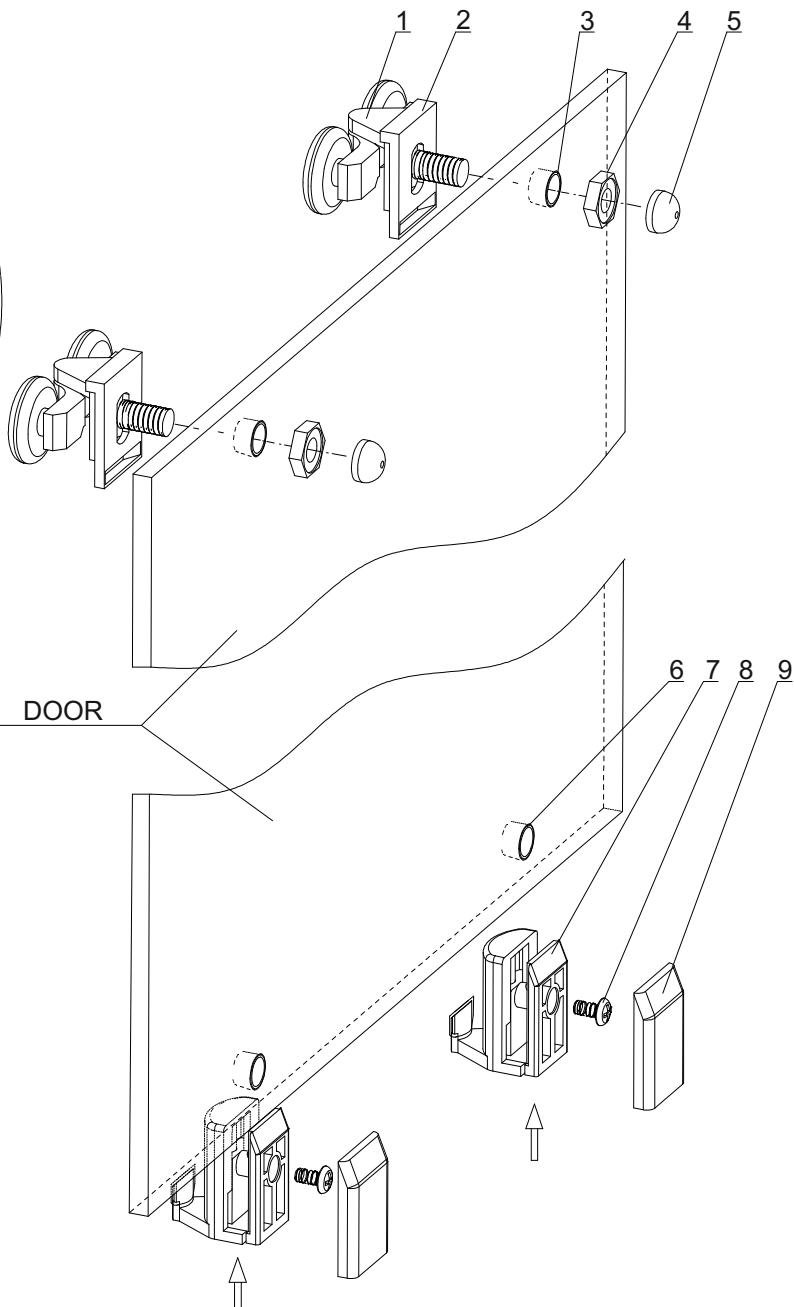

Fig. 6
6) Fix the wheel(13) and pothook(10) on the sliding doors. As Fig. 6
6) Fissare i carrelli di scorrimento superiori (13) e carrelli inferiori (10) delle porte . Vedi Fig. 6.